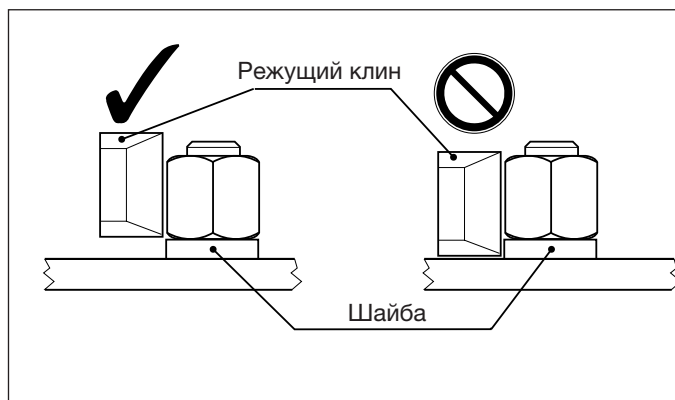

Рисунок 8: Положение режущего клина
7. Убедитесь, что нижняя сторона режущей головки лежит на поверхности фланца, поскольку режущий клин должен выполнить рез максимально близко к нижней части гайки. Однако если под гайкой имеется шайба, установите гайкорез так, чтобы режущий клин гайкореза не попадал на шайбу. См. рисунок 8.